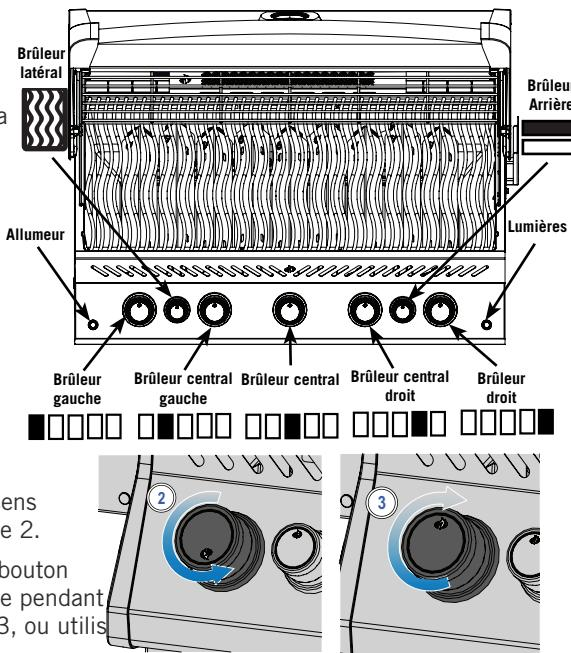

Fig. 1
- Si le voyant et le brûleur ne s'allument pas après 5 secondes, pivoter le bouton dans le sens contraire des aiguilles d'une montre (position OFF). Attendre pendant 5 minutes la dissipation du gaz ambiant. Recommencer les étapes 2 et 3, ou utiliser une allumette pour procéder à l'allumage. (Fig. 1).